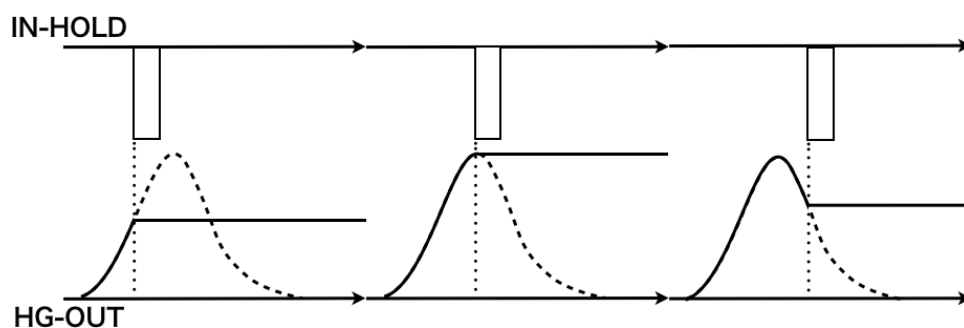

図 2.1: 調整が不十分な場合、左や右のようになる。時定数や IN-HOLD の入力信号のタイミングを調整して中央のようになる。
4. peak 位置が早過ぎると低い値で hold されてしまうので、peak が hold される様に IN-HOLD へ入力する信号のタイミングを調整する。または、アンプの時定数 (TimeCHGSSh○.txt) を調整する。(図 2.1、2.2)